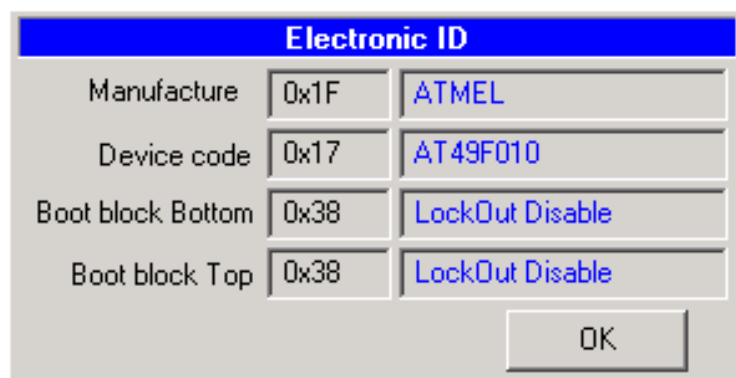

Рис. 8. Служебная информация о микросхеме.
**[Get ID 28/29/49/89/90]** позволяет считать из микросхем соответствующих семейств служебную информацию. Например для флэш-памяти 49F010 это будет информация о коде производителя микросхемы (Manufacture), коде изделия (Device code), начальном и конечном адресе бут-блока (Boot block), если он активизирован (см. рис. 8). Те же действия возможны при нажатии кнопки .